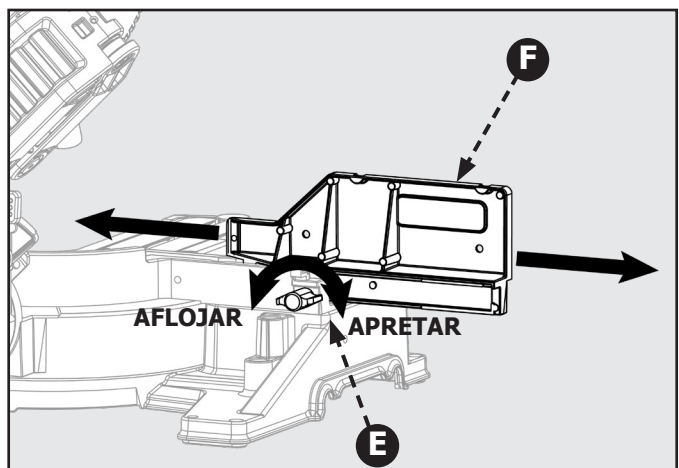

Figura 34
Esta sierra está equipada con una guía tope de extensión ajustable. Para extender o retraer la guía tope, consulte la Figura 34 y siga estas instrucciones: Afloje la perilla de bloqueo (E) girando hacia la izquierda y deslice la guía tope (F) hacia la posición deseada. Asegúrese de volver a apretar la perilla de bloqueo (E) girando hacia la derecha.
**⚠ PELIGRO:** Asegúrese siempre de que la perilla de bloqueo (E) esté apretada antes de realizar un corte. De lo contrario, podría ocurrir lesiones.